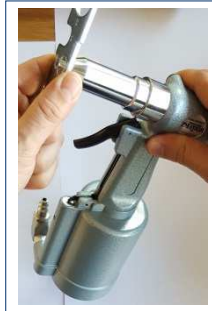

Figure 1
► Choisir et Monter l'embout rep.1 en fonction de la taille du rivet à l'aide de la clé rep.48. Voir (fig.1).